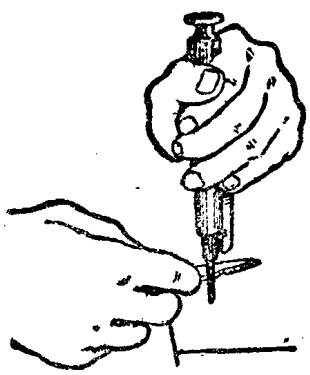

图5. 装置撞針
(4)用解錐的缺口挾住撞針，調整撞針后面的切口使与尾鈕上的刻綫对正。(图5)